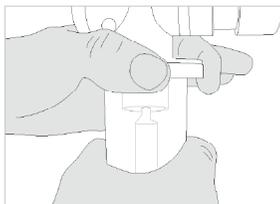

Abbildung 8
2. Halten Sie den Ring auf der Verneblerkappe fest und drehen Sie die Verneblerschale, um die Schale von der Kappe zu trennen. **(Abb. 8, 8a)**